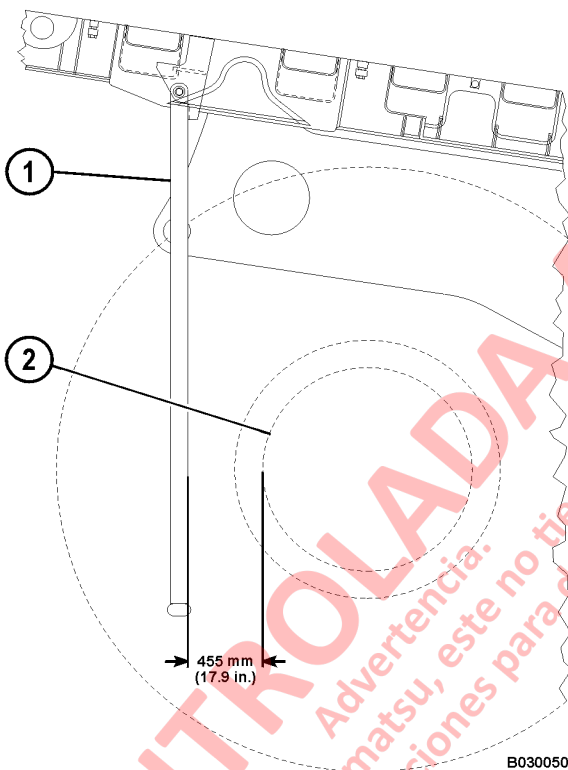
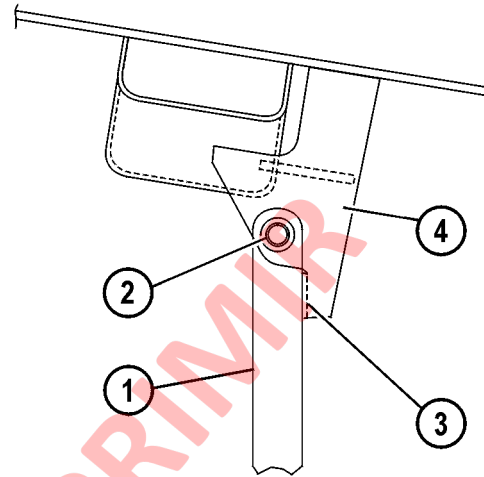

FIGURA 3-7. INSTALACIÓN DEL EYECTOR DE ROCAS
FIGURA 3-8. SOPORTE DE MONTAJE DEL EYECTOR DE ROCAS
2. Con el camión estacionado sobre una superficie nivelada, el brazo del eyector de rocas (1, Figura 3-7) debe estar a aproximadamente a 454,5 mm (17.9 in) desde la carcasa de la rueda (2).
NOTA: Con el brazo del eyector de rocas colgado en forma vertical, como se muestra en la Figura 3-7, no debe haber ningún espacio en el bloque de tope. (3, Figura 3-8).
4. En cada cambio de turno, inspeccione si hay desgaste o daño en los soportes de montaje (4, Figura 3-8), pasadores (2) y bloques de tope (3). Repare si es necesario.